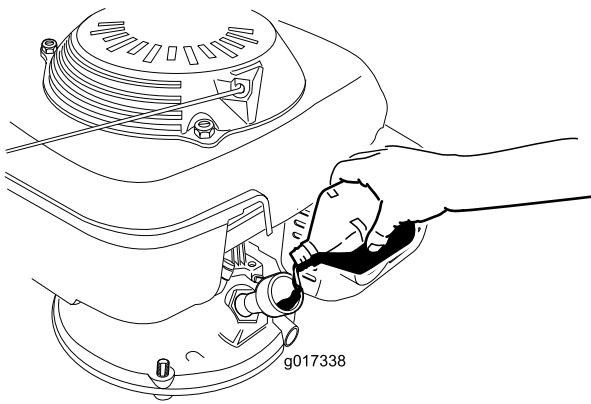

図 8
3. **ゆっくりと** 補給穴からオイルを入れ、3分間待ってからきれいに拭いたディップスティックを差し込み、**但しねじ込まないように**して穴の奥まで入れる 図 8。